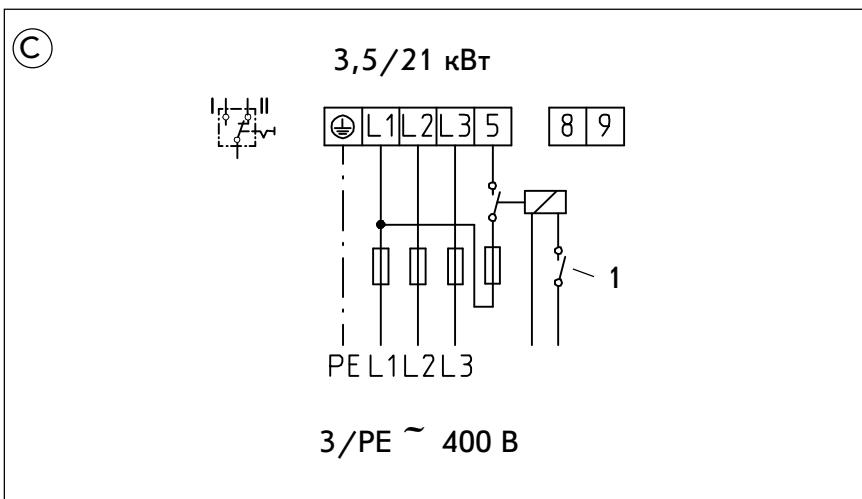

Рис. 13
Режим двухконтурного накопителя**(C) Измерение с помощью одного счетчика, рис.13**